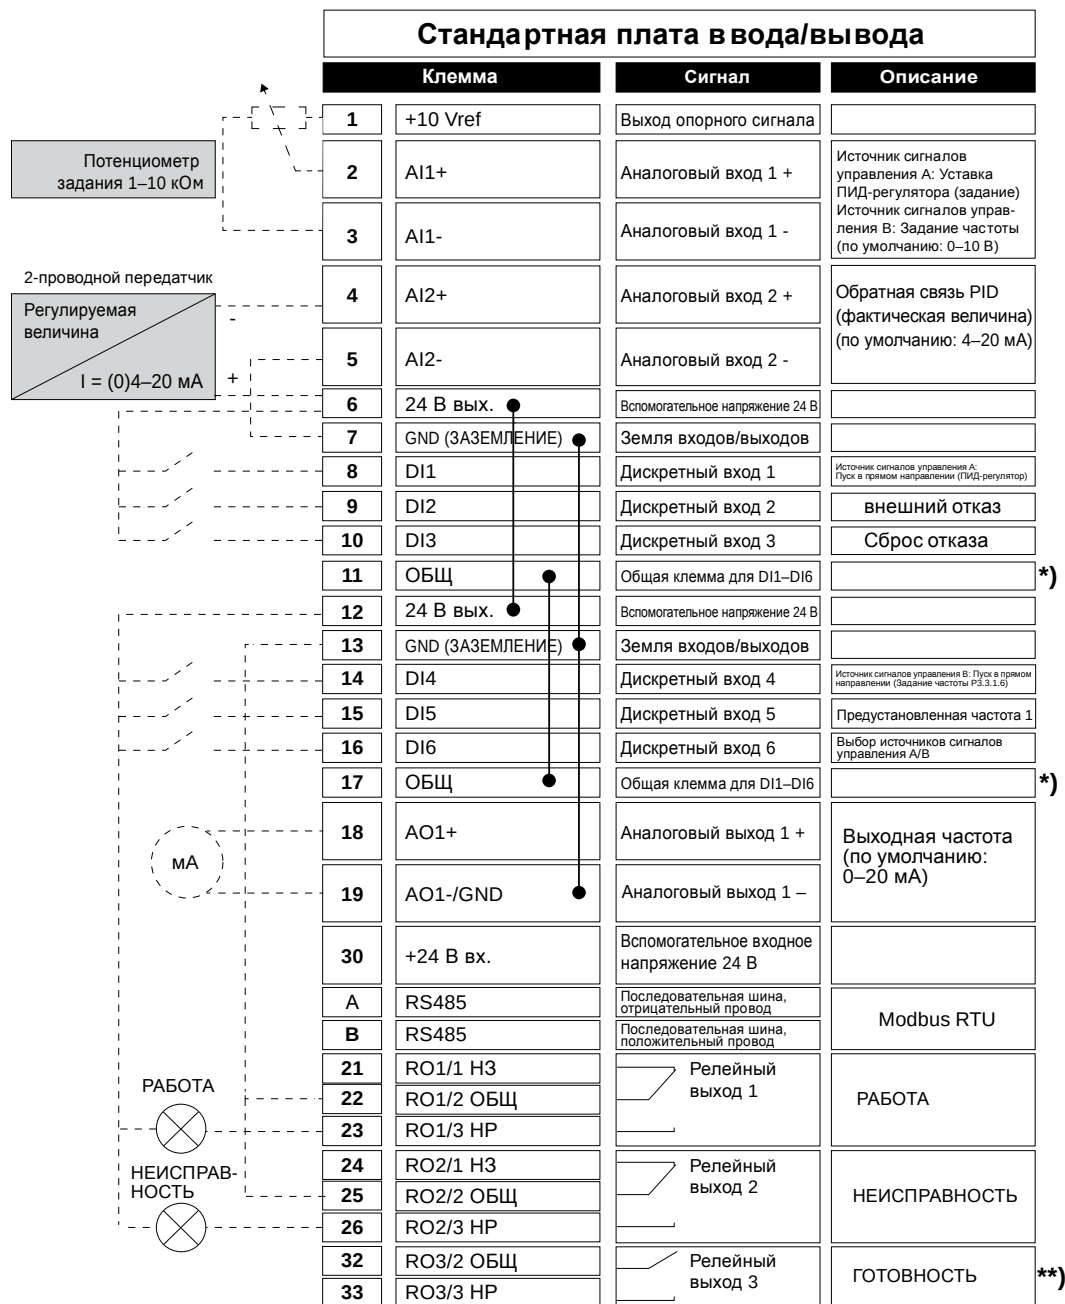

Рис. 7.
***) На рис. 7. показан стандартный привод. При заказе с дополнительным кодом +SBF4 релейный выход 3 замещается термисторным входом. См. *Руководство по монтажу*.